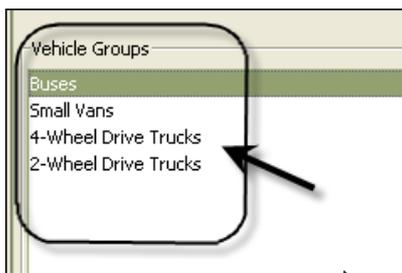

FIG. 153
4. I nomi dei gruppi di veicoli creati nella fase 3 (sopra) sono aggiunti all'elenco dei gruppi di veicoli che è visualizzato sul lato Vehicle Groups (Gruppi di veicoli) della schermata. Nella FIG. 153 sono elencati quattro gruppi di veicoli: bus, furgoncini, camion a trazione 4x4 o 2x2.